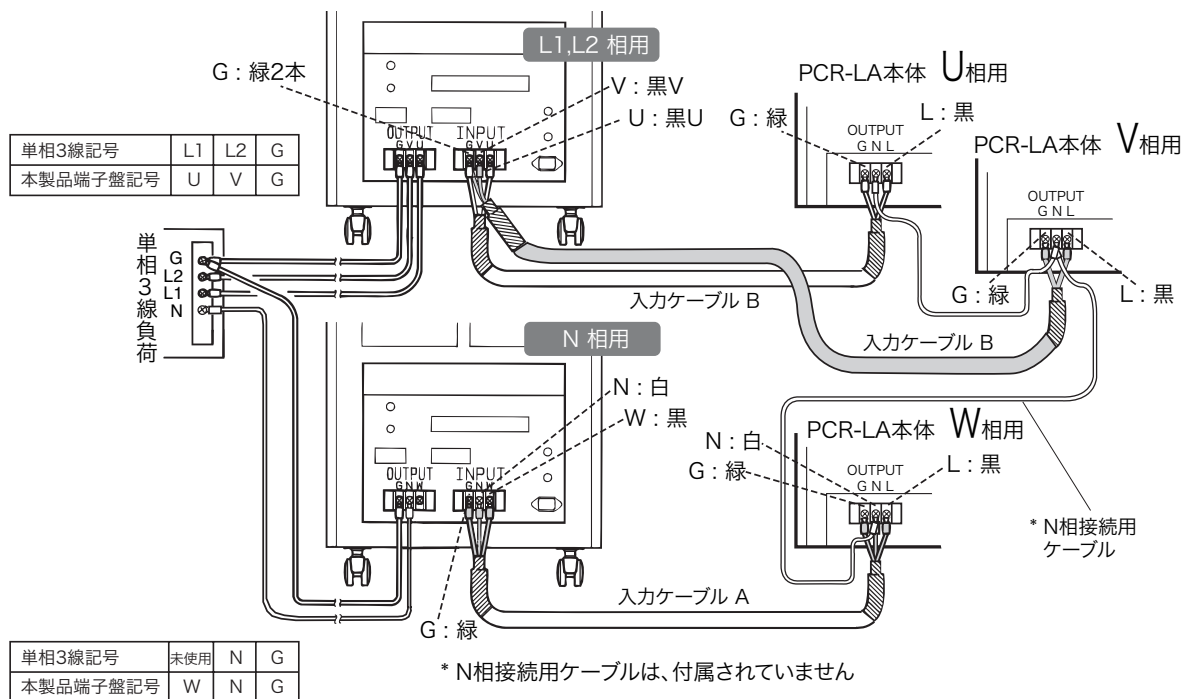

図 5-6 単相 3 線負荷の配線図
5. 図 5-6 にしたがひ、付属の入力ケーブル A、B 各 1 本を使用して本製品の INPUT 端子盤と PCR-LA 本体 2 台の OUTPUT 端子盤を接続します。
6. 負荷への出力ケーブルを OUTPUT 端子盤へ、図 5-6 にしたがって確実に接続してください。